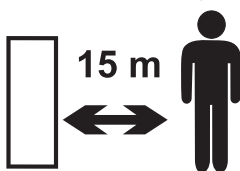

Fig. 1 – Distância de segurança
- j. Sempre mantenha pessoas e animais afastados da área de uso do soprador (Fig.1), pelo menos a uma distância de 15 metros ao redor;